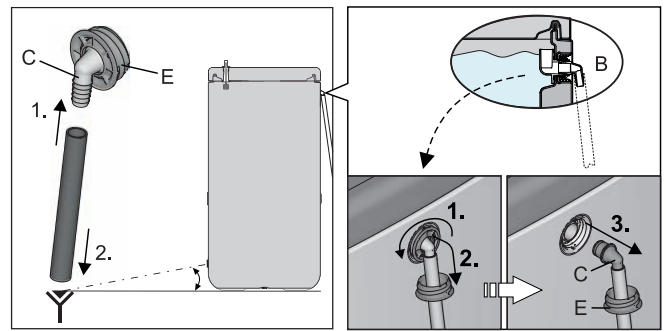
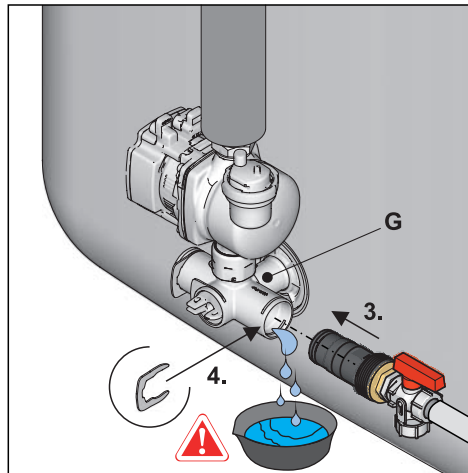

Bild 8-1 Ablaufschlauch montieren; Optional: Anschlussstück vom Sicherheitsüberlauf demontieren
Bild 8-6 KFE-Befüllanschluss in Anschlusswinkel montieren
- 2 Ablaufschlauch an den **KFE-Befüllanschluss (Zubehör KFE BA)** (Bild 8-1, Pos A) anschließen und zu einer mindestens bodentiefen Ablaufstelle verlegen.
Ist kein **KFE-Befüllanschluss** verfügbar, kann alternativ das Anschlussstück (Bild 8-1, Pos. C) vom Sicherheitsüberlauf (Pos. B) demontiert und verwendet werden.
Tab. 8-1 Legende zu Bild 8-1 bis Bild 8-6
- 1 Ventileinsatz am Anschlusswinkel so einstellen, dass der Weg zum Blindstopfen abgesperrt ist (Bild 8-6).
- 2 Geeignete Auffangwanne unterstellen und Blindstopfen vom Anschlusswinkel entfernen (Bild 8-6).
3 **KFE-Befüllanschluss** in den Anschlusswinkel einstecken und mit Halteklammer sichern (Bild 8-6).